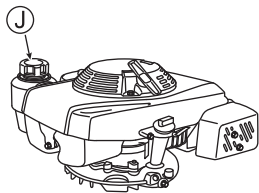

Fig. 9
1 Ouvrez le bouchon du réservoir à carburant (J) et ajoutez le carburant. Essayez immédiatement avec un chiffon si de l'essence a coulé. (Voir Fig. 9)